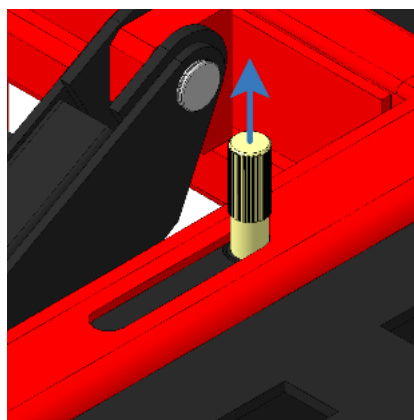

Рисунок 29
- Извлеките вверх на 3 см ручку телескопической задвижки замка (рисунок 29).